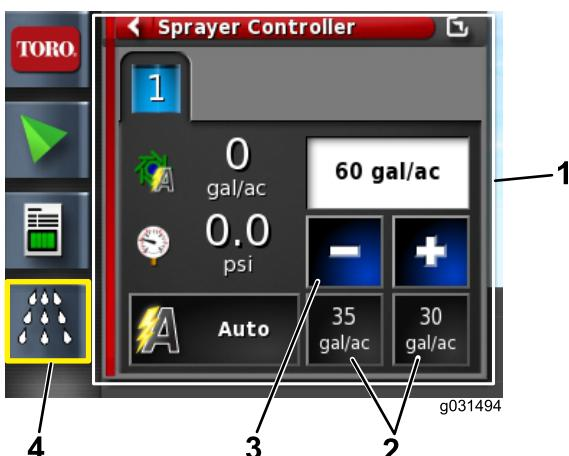

图 42
4. 如果喷洒率错误请按预设喷洒率图标以更改喷洒率再按减少和增加图标以递增方式更改喷洒率或选择当前喷洒率字段并用数字键盘输入喷洒率图 42 和图 43。